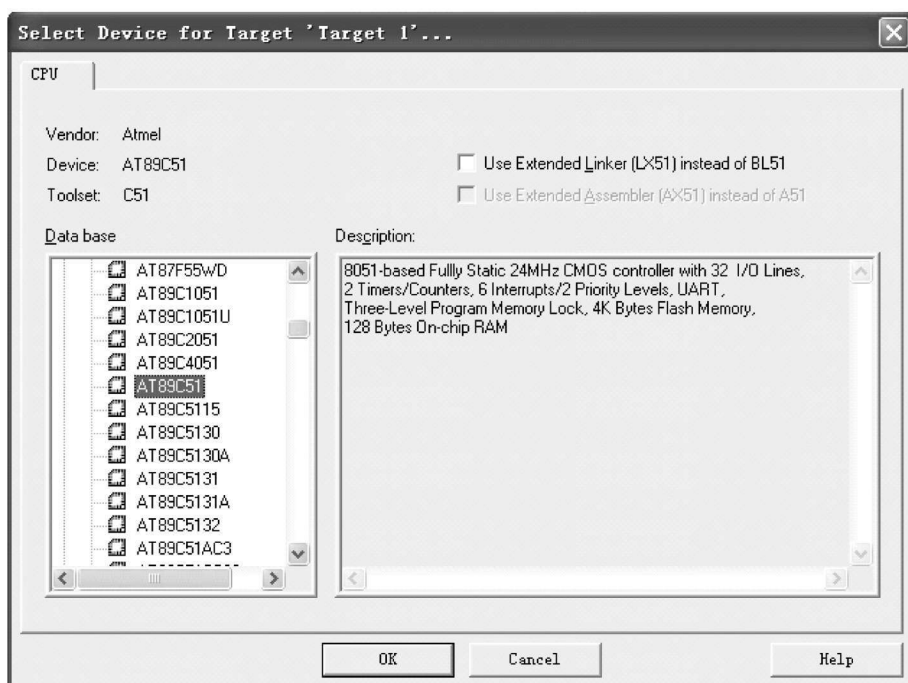

图 1.2.6 选择单片机型号
(3) 选择单片机的型号。此时会弹出一个对话框，要求用户根据需要选择单片机。Keil C51 几乎支持所有 51 内核的单片机，并且内核基本通用，所以推荐选择 Atmel 的 AT89C51 或者 AT89C52 单片机（后者比前者多一个定时器 T2，多一个中断源，并且 RAM 和 FLASH 空间更大，但其他相同），如图 1.2.6 所示。此处选择 AT89C51 单片机，对话框右边的“Description”是对该型单片机的简要说明。了解一下该型单片机的基本功能后，单击“OK”按钮。